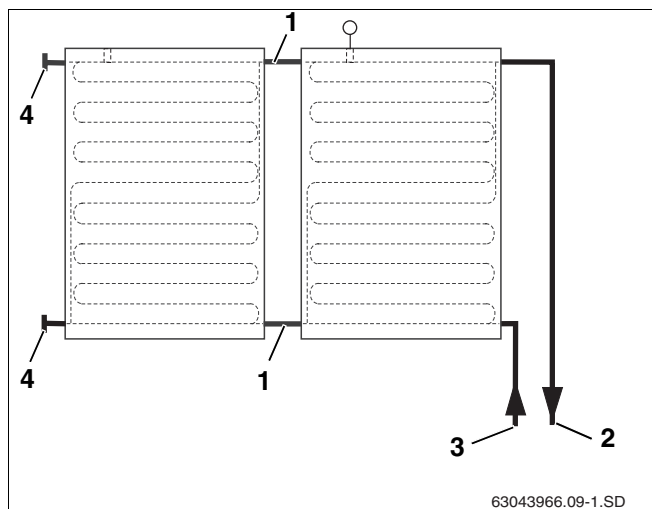
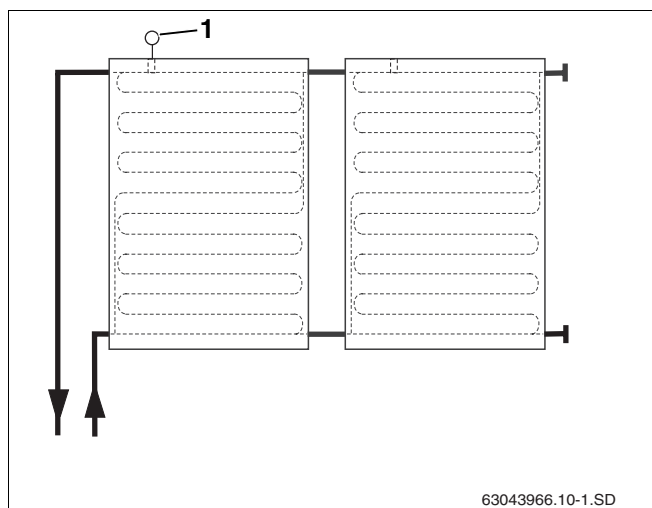

Fig. 39 Allacc. idraulico lato destro fino a max. 5 collettori
Fig. 40 Allacc. idraulico lato sinistro fino a max. 5 collettori
I collettori devono essere montati in maniera tale che i pozzetti che devono ospitare la sonda dei collettori (fig. 40, **pos. 1**) siano nella parte superiore.
Le tubazioni di mandata e ritorno potranno essere collegate a destra (fig. 39) o a sinistra (fig. 40). In queste istruzioni, le tubazioni di mandata e ritorno sono state rappresentate sul lato destro.
L'allacciamento su un unico lato può essere realizzato con un campo di collettori costituito da max. 5 collettori (fig. 39 e fig. 40).